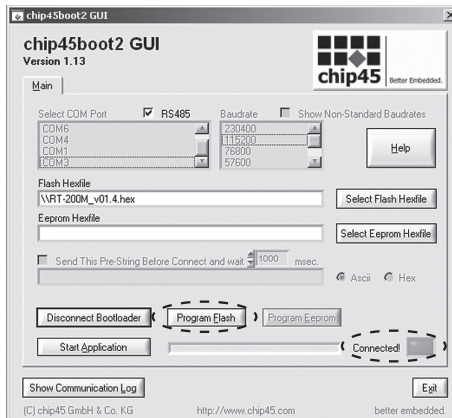

Рис. 28.
10. Проверить «соединение» программы с регулятором, сообщение – «**Connected**» + «**зеленый индикатор**», Рис. 28;